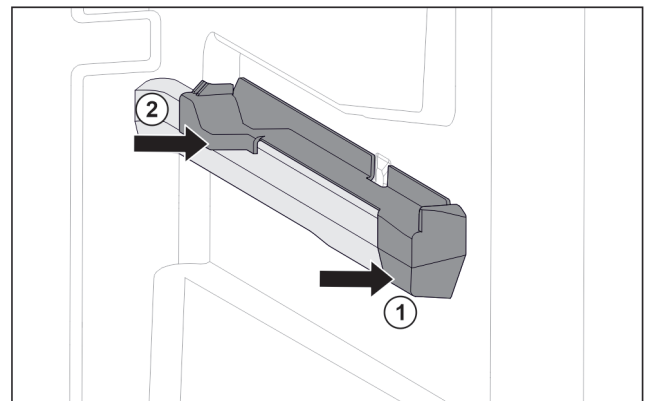

Fig. 59 Insteekeslement op rechter containerrib
- ▶ Insteekeslement voor tegen containerrib plaatsen. Fig. 59 (1)
- ▶ Insteekeslement achter aandrukken. Fig. 59 (2)